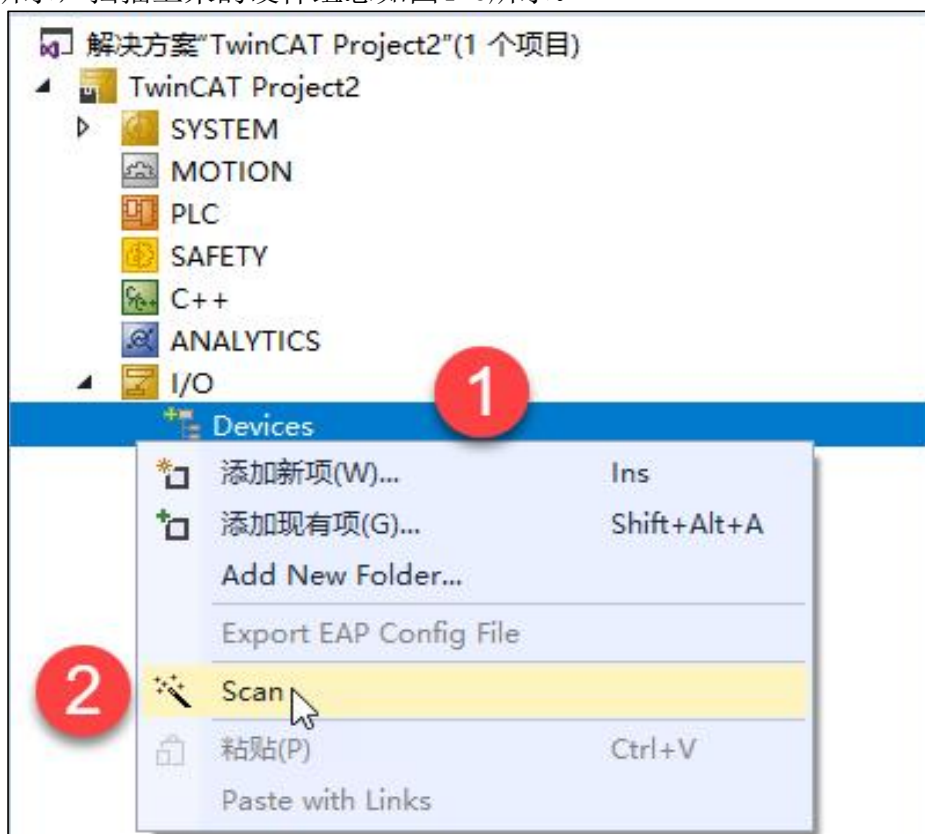
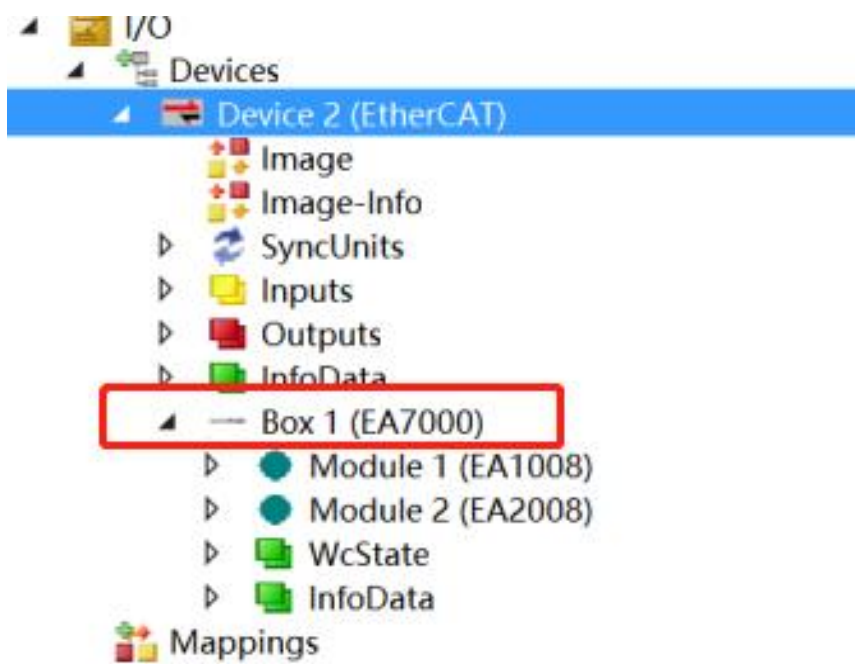

图4-5 扫描IO设备
图4-6 硬件组态
5. 将于编程电脑连接的IO扫描到工程中，项目树中点击“I/O”>“Devices”>“Scan”，如图4-5所示，扫描上来的硬件组态如图4-6所示。